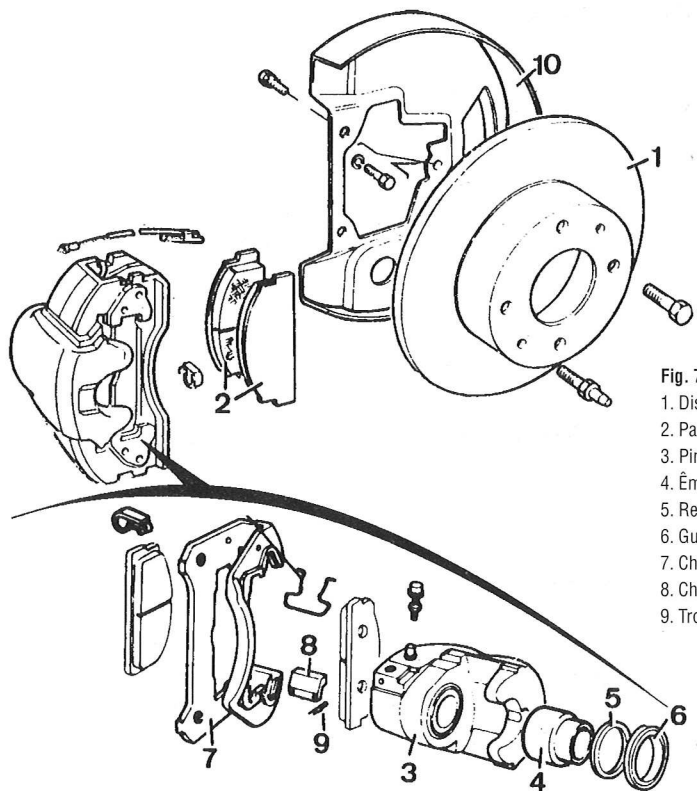

Fig. 78 – Travões Benditalia
8.2.1. TRAVÕES DIANTEIROS (Figs. 78 e 79)